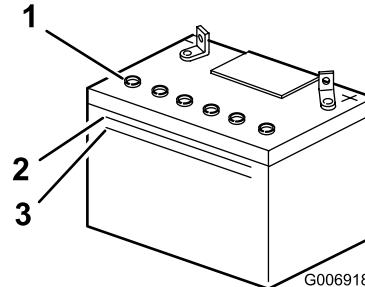

Figure 26
2. Observez le côté de la batterie. Le niveau de l'électrolyte doit atteindre le trait supérieur (Figure 26).
Remarque: Le niveau d'électrolyte ne doit pas descendre au-dessous du trait inférieur (Figure 26).
3. Enlevez les bouchons d'aération de la batterie (Figure 26)
- Versez de l'eau distillée avec précaution dans chaque élément jusqu'au repère supérieur (Figure 26) sur le côté de la batterie.
- Attendez 5 à 10 minutes après avoir rempli les éléments. Au besoin, ajoutez de l'eau distillée pour amener le niveau jusqu'au repère supérieur sur le côté de la batterie (Figure 26).